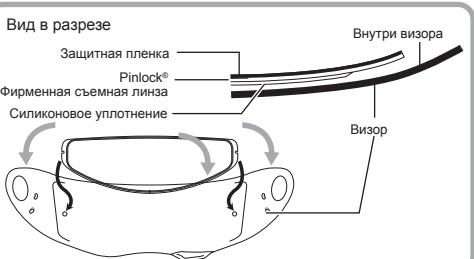

Рис. 1
1. Установите фирменную съемную линзу Pinlock® стороной с силиконовым уплотнением на внутреннюю поверхность визора, не удаляя защитную пленку на линзе. Одновременно зафиксируйте фирменную съемную линзу Pinlock® изнутри визора, закрепляя ее в эксцентрики до щелчка. (Рис. 1 и 2)